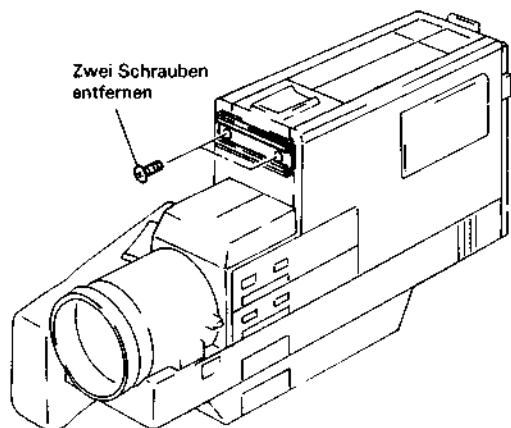

Abb. 2.2 Ausbau des Aufsteckschuhs des elektronischen Suchers
Ausbau des Aufsteckschuhs des elektronischen Suchers (Abb. 2.2)
2. Die zwei (2) Befestigungsschrauben des Aufsteckschuhs des elektronischen Suchers lösen (siehe Abb. 2.2).
2. Den Aufsteckschuh des elektronischen Suchers ausbauen (siehe Abb. 2.2).